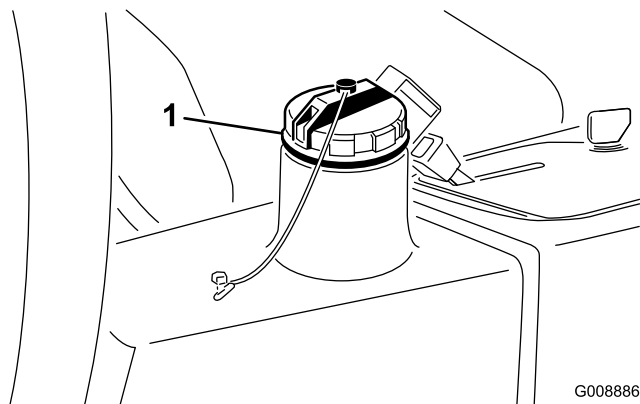

Рисунок 74
4. Залейте в гидравлический бак (Рисунок 74) приблизительно 13,2 литра гидравлической жидкости; см. раздел «Проверка гидравлической системы».